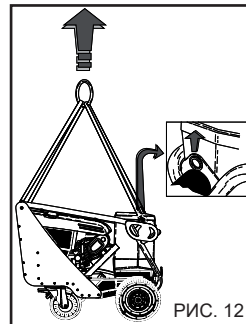

РИС. 12
**ПОДЪЕМ ПРИ ПОМОЩИ КРАНА, рис. 12**